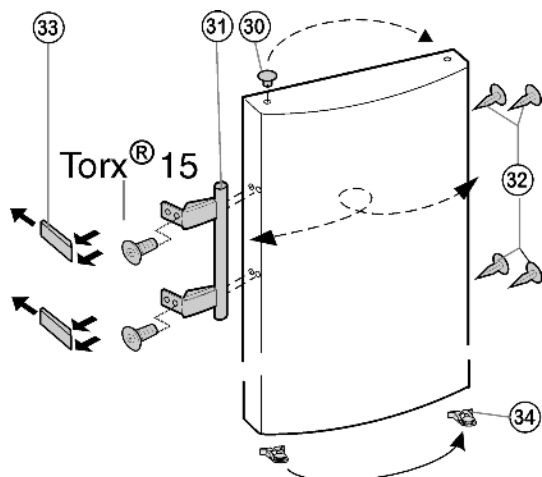

Fig. 11
- ▶ Pružinovou svorku Fig. 11 (34) vyklesněte z dveří a přemístěte na novou stranu závěsu.\*
- ▶ Zátky Fig. 11 (30) vyjměte z pouzdra ložisek dveří a přemístěte je.
- ▶ Madlo dveří Fig. 11 (31), zátky Fig. 11 (32) a krycí destičky Fig. 11 (33) odmontujte a přemontujte na protější stranu.